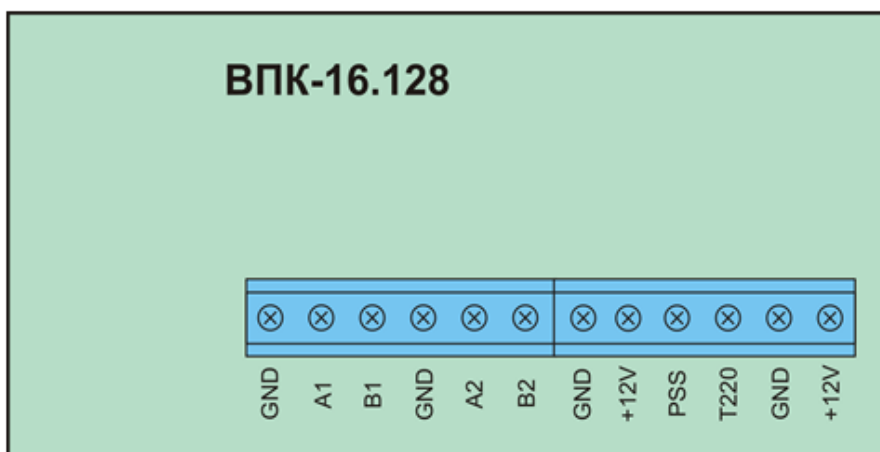

Рисунок 7.8 – Клеми підключення ВПК
Клеми підключення ВПК наведені на рис. 7.8.
- З'єднати відповідні клеми ВПК: A1, B1, A2, B2, GND з клемми ППКП: A1, B1, A2, B2, GND. (рис. 7.8.) Клеми з позначенням A1, B1 (A2, B2) мають